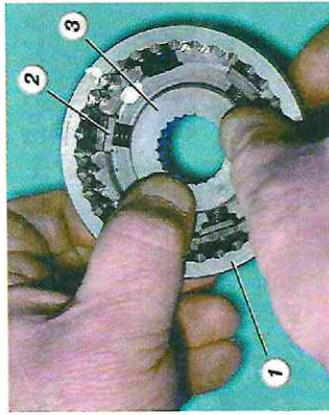

Рисунок 46
3. плавностью поступательного движения ступицы муфты (позиция 3 на рис.46) внутри самой муфты (позиц. 1). Движение ступицы осуществляется при помощи несильного нажатия на неё, при одновременной фиксации наружной части муфты. Ступица должна двигаться плавно, без рывков. В противном случае, при установке заклиненной или с дефектами муфты, столкнемся с проблемой недовыключения передач КПП после полной её сборки.